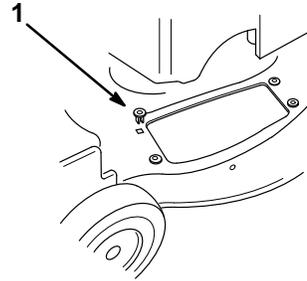

Figure 33
5. Insérer les quatre oeillets fournis avec le sac de ramassage dans les quatre trous carrés du carter de tondeuse (Fig. 33).